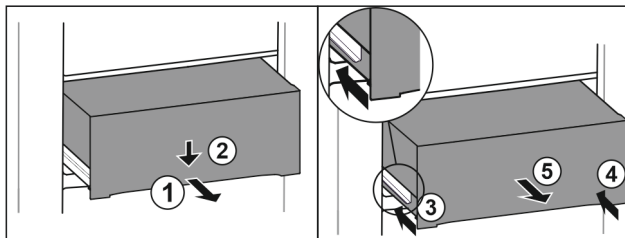

Fig. 123
- ▶ Вытяните выдвижной ящик наполовину. Fig. 123 (1)
- ▶ Вдавите выдвижной ящик в передней части вниз. Fig. 123 (2)
- ▶ Задвиньте левую направляющую прим. на 2 см. Fig. 123 (3)
- ▶ Задвиньте правую направляющую прим. на 2 см. Fig. 123 (4)
- ▶ Извлеките выдвижной ящик движением вперед. Fig. 123 (5)